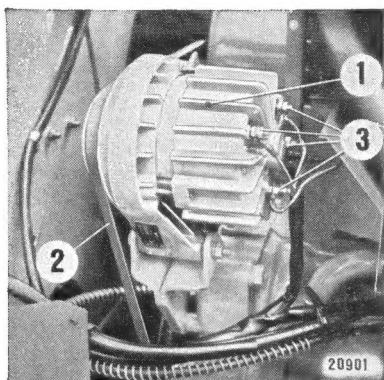

Fig. 91
3. Pour le cas où le moteur serait démarré à partir d'une source de courant autre que la propre, avoir soin, avant de brancher la source étrangère, de débrancher les bornes ⑤ du régulateur de tension ④ (la propre génératrice ne fournit alors pas de courant)!
6. Retenir que les connexions (③ — fig. 91) sur l'alternateur aussi bien que sur le régulateur de tension ⑤ doivent toujours être bien réalisées, des contacts vacillants sont des sources de fortes résistances aux points de transition et perturbent le fonctionnement du régulateur de tension.